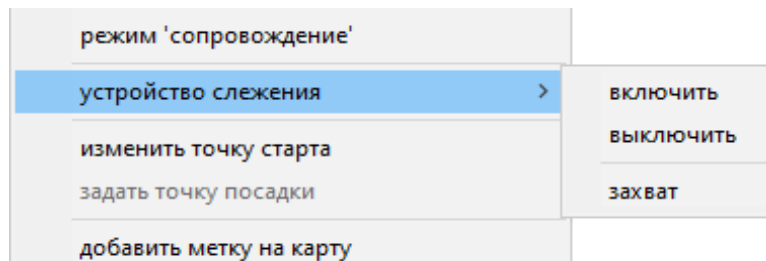

Рисунок 101 – Дополнительное окно «Устройство слежения»
– пункт «Устройство слежения» предназначена для открытия дополнительного окна, включающего в себя кнопки «Включить», «Выключить» и «Захват» (Рисунок 101):